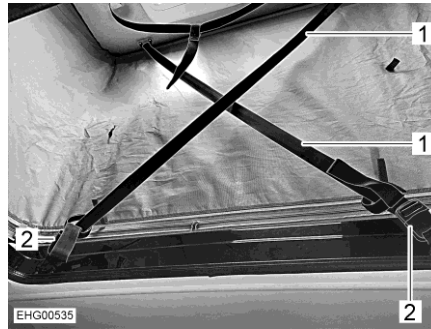

Fig. 75 Protection contre le vent
- Tirer à fond sur les deux sangles de sécurité (Fig. 75,1).
- Accrocher les sangles de sécurité en diagonale sur les boucles de fermeture (Fig. 75,2).